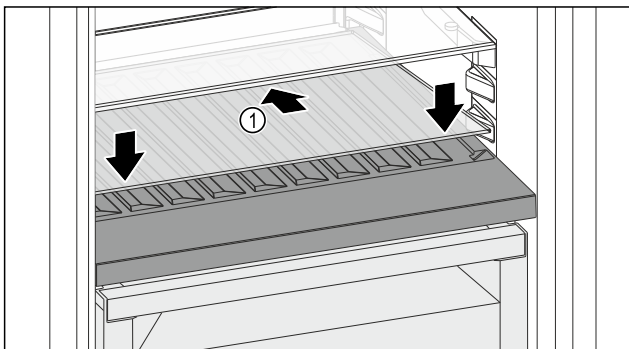

Fig. 110
- Glasplatte Fig. 110 (1) schräg und nach hinten unten geneigt ansetzen.
- Glasplatte Fig. 110 (1) vorne absenken.